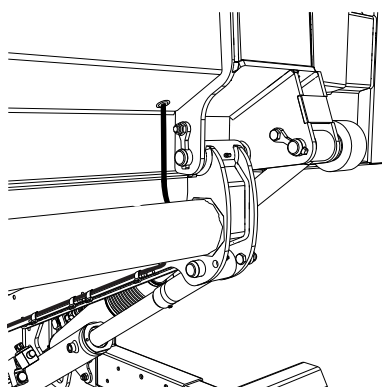
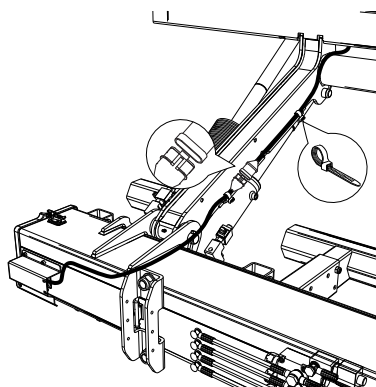
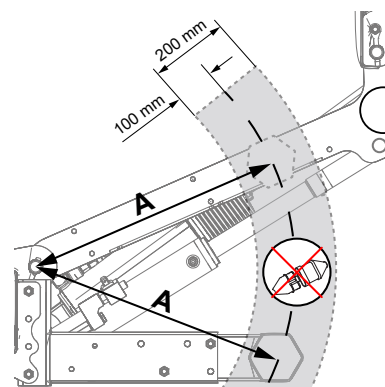

Figure 67. Pose du faisceau
Figure 68. Pose du faisceau
Figure 69. Emplacement de contact rapide
2. Tirer le câble et le fixer au moyen de colliers comme illustré en Figure 67 et Figure 68. Le contact rapide doit être positionné de telle sorte qu'il ne touche pas la protection anti-encastrement pendant le déplacement du bras de levage. Mesurer la distance (A) du centre de l'axe du bras de levage au centre de la protection anti-encastrement, voir Figure 69.
3. Mesurez la même distance (A) sur le bras de levage, voir Figure 69.
4. Placez ensuite le contact rapide à au moins 100 mm à l'extérieur ou à l'intérieur de la dimension obtenue (B), voir Figure 69.